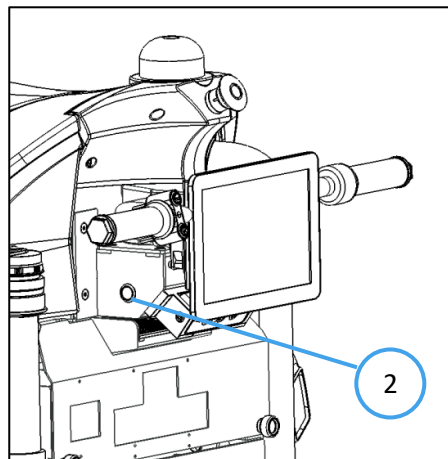

Fig. 2
3. Appuyez sur le bouton de RÉINITIALISATION (Fig. 2 - 2) à gauche du panneau de démarrage ; les LED du robot deviennent bleues et un son de " moteur " est émis pour indiquer le démarrage.